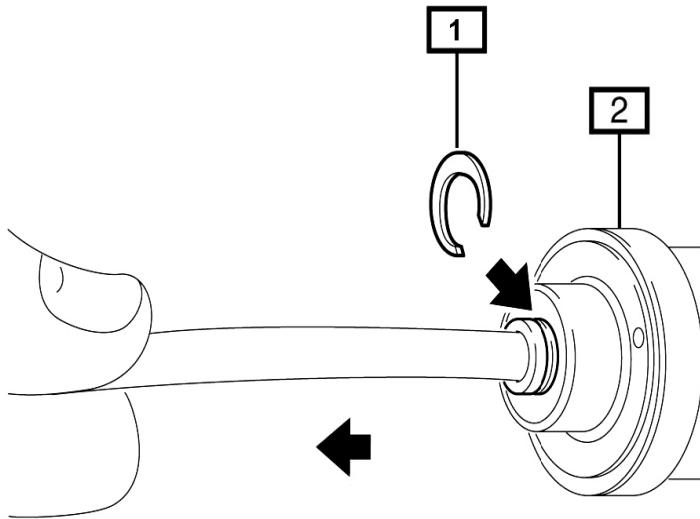

Fig. 7:
- **Fig. 7** Sicherungsring (1) am Rohrabschluss des PDC Proportionalventil (2) montieren.
- **Fig. 7** Place the lock ring (1) on the pipe connection for the PDC proportional valve (2).
- **Fig. 7** Monter le circlip (1) sur le raccordement tubulaire de la soupape proportionnelle PDC (2).
- **Fig. 7** Montar la anilla de seguridad (1) al conector de tubos de la válvula proporcional PDC (2).